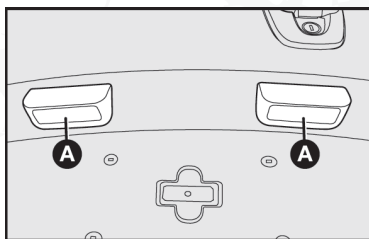

fig. 19
- 1) Retirar la lente A-fig. 19 correspondiente al foco fundido, empujándola cuidadosamente hacia la derecha, desenchajándola suavemente de su alojamiento.